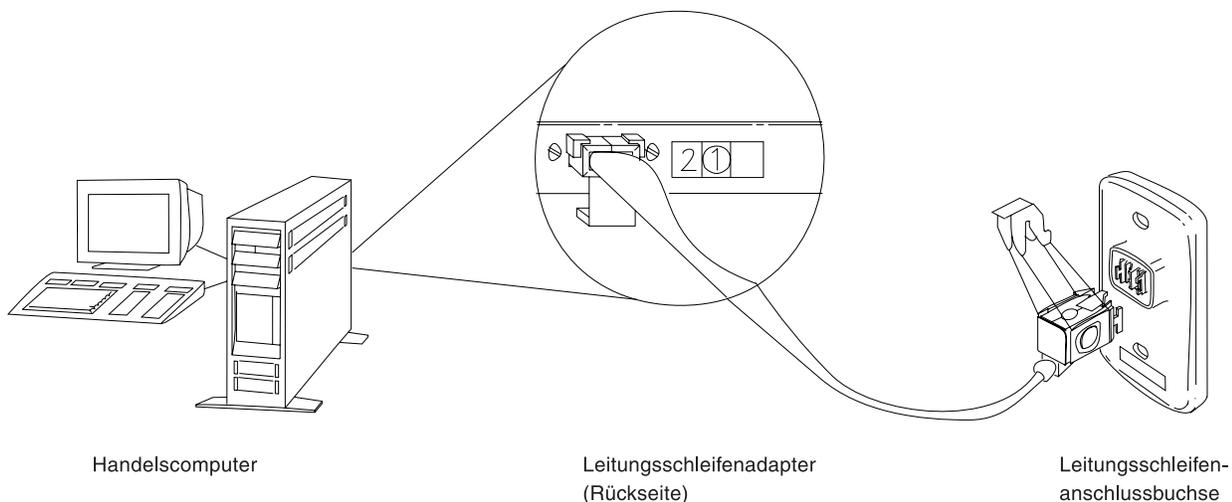

Abbildung 44. Leitungsschleifenadapter des Handelscomputers und Leitungsschleifenanschlussbuchse
- Den Primär-Handelscomputer von der Leitungsschleife trennen, indem das Leitungsschleifenkabel aus der Leitungsschleifenanschlussbuchse herausgezogen wird. Siehe Abb. 44 auf Seite 546.
- Den Backup-Handelscomputer von der Leitungsschleife trennen, indem das Leitungsschleifenkabel aus der Leitungsschleifenanschlussbuchse herausgezogen wird. Siehe Abb. 44 auf Seite 546.
- Diese Datenkasse von der Leitungsschleife trennen, indem das Leitungsschleifenkabel aus der Leitungsschleifenanschlussbuchse herausgezogen wird. Siehe Abb. 44 auf Seite 546.
Ist das Leitungsschleifenkabel am Leitungsschleifenadapter des aktiven Handelscomputers angeschlossen? Siehe Abb. 44 auf Seite 546.